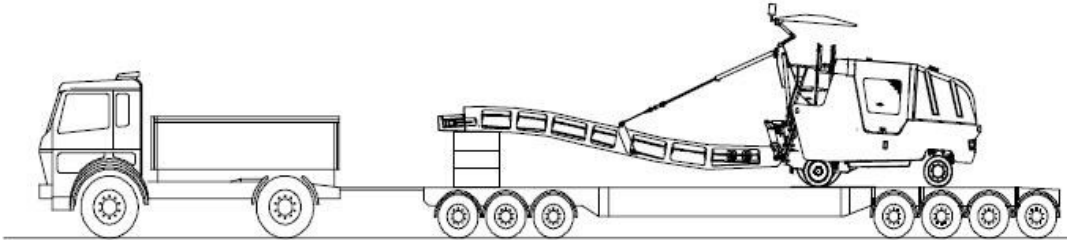

Fig.1 Maskin lastad på låglastare
Maskinen ska alltid backas upp på rampen och bakdelen skall peka i transportfordonets färdriktning (fig.1).
- Om matarbandet är monterat placeras det på sitt stöd, enl. fig. 1, och surras separat utöver de surringar som anges i figur 2 och 3 på nästa sida.